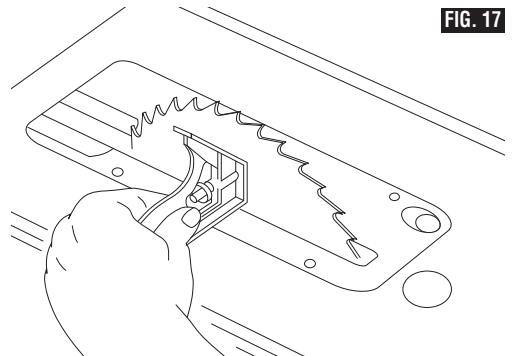

FIG. 17
3. Placez une équerre à combinaison sur la table avec un bout de l'équerre contre la lame comme illustré (Fig. 17) et vérifiez si la lame est à 90° par rapport à la table. Si la lame n'est pas à 90 degrés par rapport à la table, desserrez la poignée de verrouillage de l'inclinaison de la lame **1**, desserrez la vis de réglage à 90 degrés **4**, desserrez la came de butée de biseau à 90 degrés **5** et poussez le volant de réglage de la hauteur jusqu'à ce que la lame soit à 90 degrés par rapport à la table.